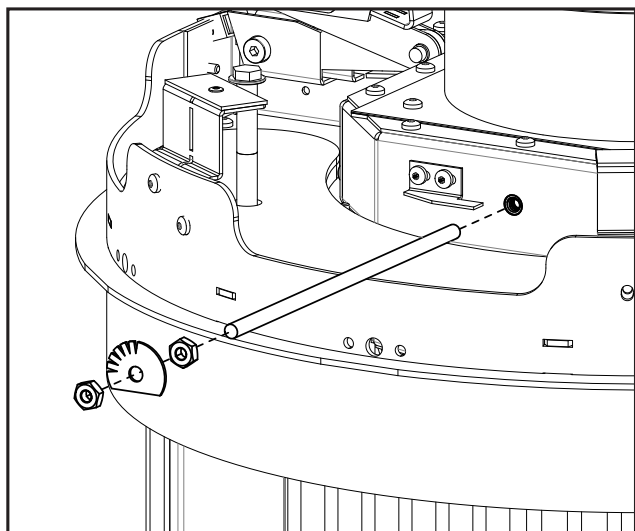

Figure 67: Retrait de la tige de restriction
6. Retirez la tige filetée du robinet d'échappement (voir la Figure 67). Une perceuse électrique avec une douille et une rallonge de 7/16" sera utile ici.